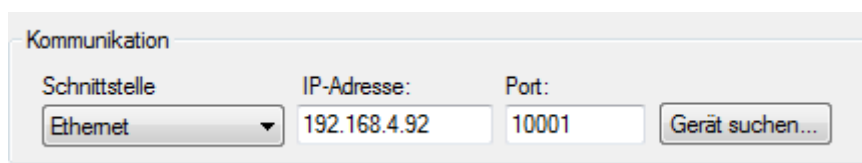

Abbildung 2: TCP/IP
- Ethernet: Tragen Sie die IP-Adresse und den Port ein. Falls Ihnen die IP-Adresse nicht bekannt ist, klicken Sie auf *Gerät suchen* und ein neuer Dialog erscheint, der alle erreichbaren Ethernet-Teilnehmer auflistet. Siehe Abbildung 2.